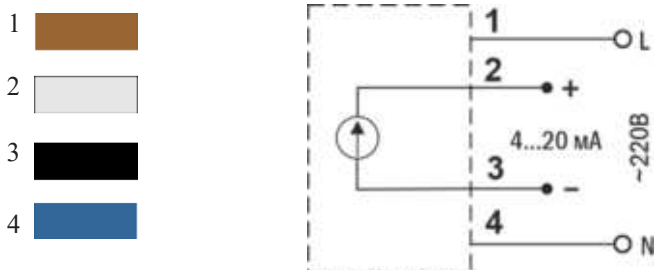

Рис. 2 – Схема подключения
3. Подключите прибор согласно схеме подключения на рис. 2, подайте питание и подождите 5 мин для нагревания датчика.